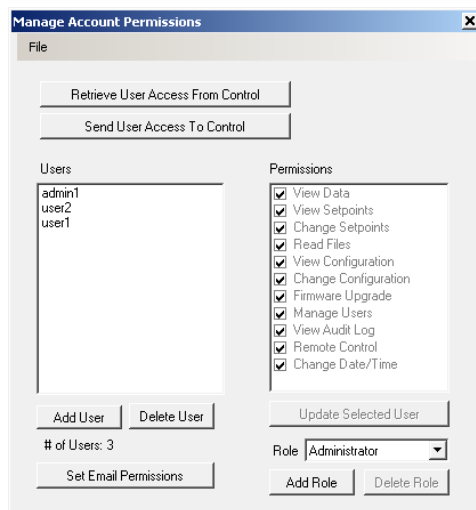

Figura 3-3 Administrar permisos de cuenta recuperados de la pantalla de control
8. Cuando se han cumplido todos los criterios de Contraseña, a continuación, seleccione **Add**. IPScom volverá a la pantalla de "Administrar Permisos de Cuenta" (Figura 3-3) y mostrará al nuevo Usuario.